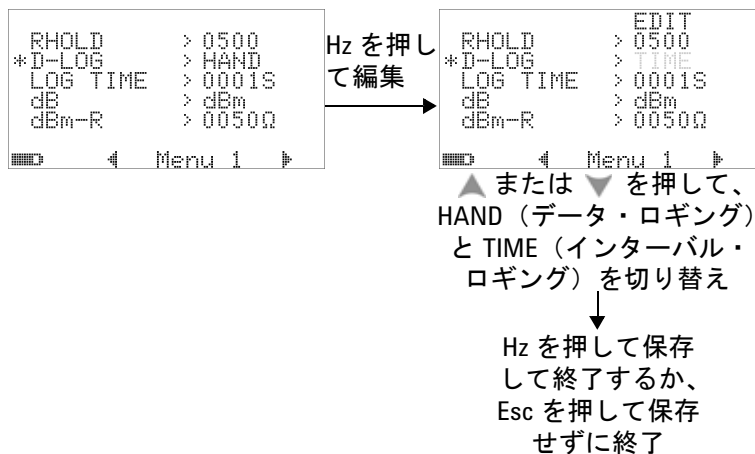

図 4-3 データ・ロギングのセットアップ
- 1 “HAND” に設定すると手動（ハンド）データ・ロギングがオンになり、“TIME” に設定するとインターバル（タイム）データ・ロギングがオンになります。以下の図 4-3 を参照してください。